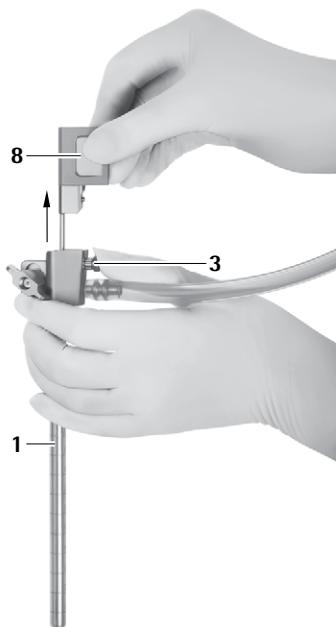

Рис. 10
- ▶ Нажать деблокирующую кнопку 3 и осторожно извлечь обтуратор оптического канала 8 из троакара MINOP InVent 1, см. Рис. 10.